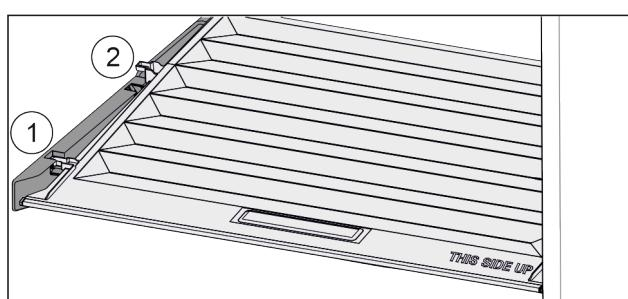

Fig. 46
- Trageți capacul în față Fig. 46 (1) până la orificiul din piesele suportului.
► Ridicați în spate de jos și scoateți Fig. 46 (2) în sus.